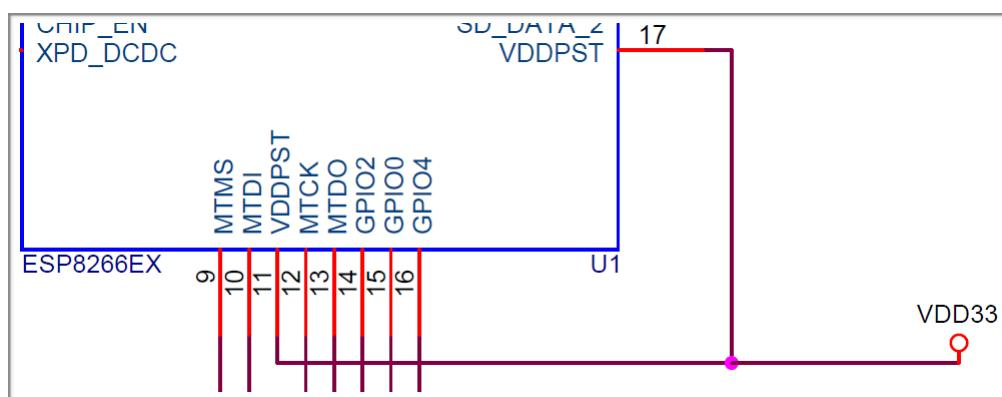

图 4 ESP8266EX 数字与 IO 电源图
- 从图 4 中可以看出，ESP8266EX 在 PCB 边上，且远离 CPU 与 DDR，使之远离噪声源 (CPU +DDR)，从位置上增加距离使得干扰能量随距离增加而衰减，继而减小噪声耦合；